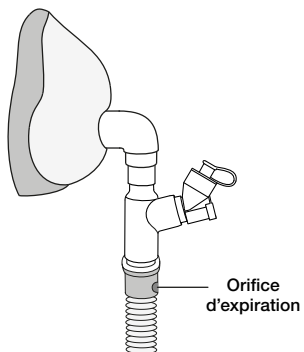

Figure 8. Connexion de l'Aerogen Solo à un circuit à une seule branche non invasif
- Insérez le nébuliseur Aerogen Solo et le raccord en T entre le masque et l'orifice d'expiration du circuit de la VNI mono-branche avec un masque non ventilé (comme illustré à la Figure 8).